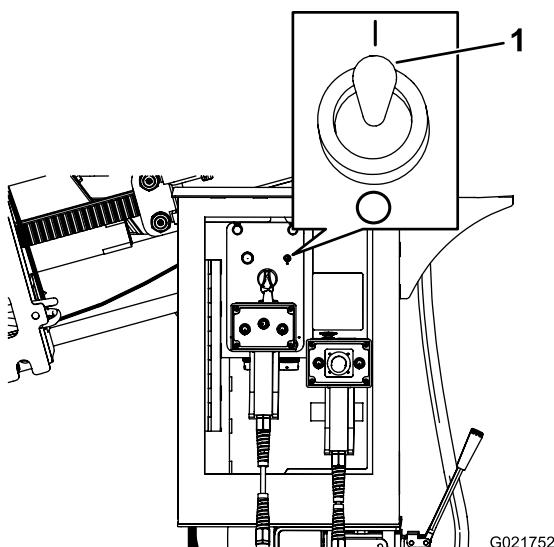

Figura 120
6. Ponga el interruptor de la manguera de pulverización en la posición de ENCENDIDO (Figura 120).